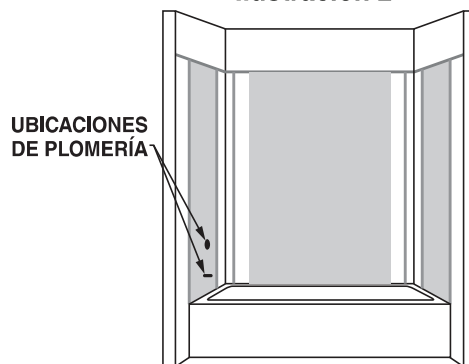

Ilustración 3
C) Una vez que los paneles laterales están adecuadamente montados a seco, marque todas las ubicaciones de plomería donde las válvulas de la ducha o las cabezas de la ducha pasan por el panel lateral. Taladre orificios en cada lugar usando una sierra de perforación lo suficientemente grandes para la abertura pero lo suficientemente chicos para quedar cubiertos por las placas de los accesorios. **Vea la ilustración 3.**